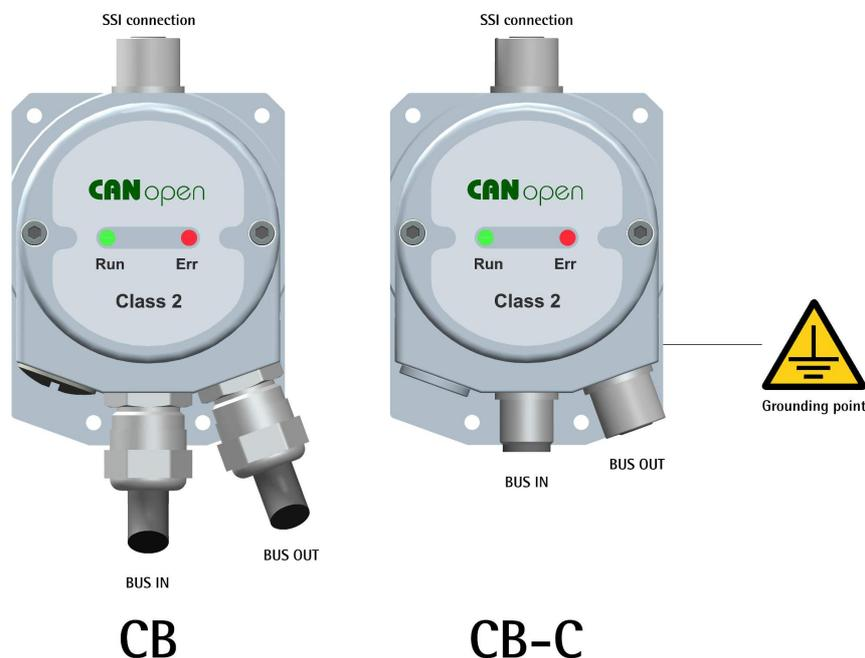
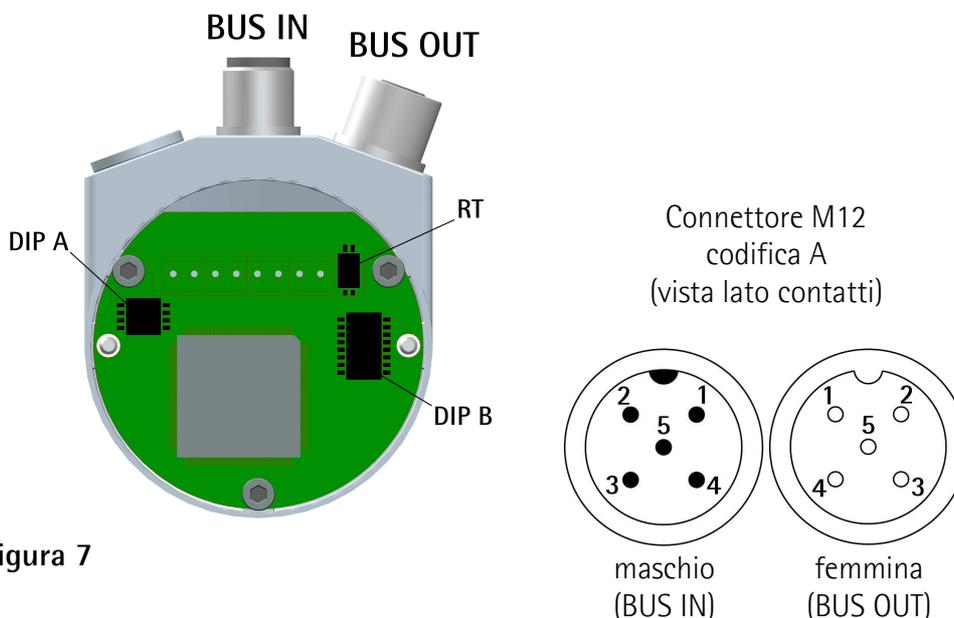

Figura 4
Figura 7
**4.2 Connessioni SSI (Figura 4)**
**4.3 Gateway CANopen con pressacavi: versione CB (Figura 4 e Figura 6)**
#### 4.4 Gateway CANopen con connettori M12: versione CB-C (Figura 4 e Figura 7)
#### 4.8 Velocità di trasmissione dati: DIP A (Figura 6 e Figura 7)
**4.9 Indirizzo nodo: DIP B (Figura 6 e Figura 7)**
**4.10 Resistenza di terminazione (Figura 6 e Figura 7)**